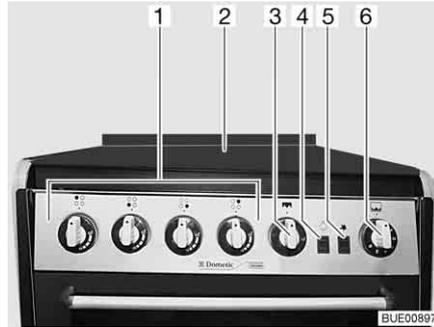

Fig. 181 Fogão a gás com forno e grelhador
- Abra a tampa do fogão a gás (Fig. 181,2).
- Rode e prima o regulador rotativo (Fig. 181,1) do bico que pretende acender para a posição de ignição (chama grande).
- Empurre para dentro o botão de ignição (Fig. 181,5) tantas vezes até a chama ficar acesa.
- ▷ Com o interruptor (Fig. 181,4) é ligada e desligada a luz no forno.
- Empurre ligeiramente para dentro o regulador rotativo (Fig. 181,3) e rode-o para a posição de ignição (chama grande).
- Prima o botão de ignição (Fig. 181,5) até a chama ficar acesa.
- Empurre ligeiramente para dentro o regulador rotativo (Fig. 181,6) e rode-o para uma posição de ignição de 1 a 6.